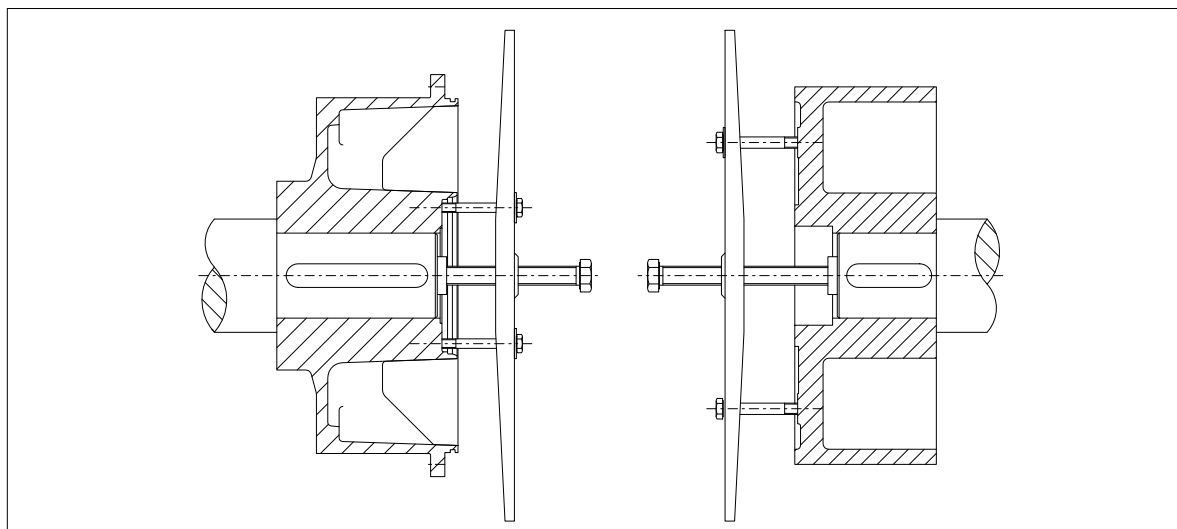

图 13: FLUDEX 联轴器的拆卸 -c
轴间空间现在足以，在需要时，在松开轴向紧固装置后用商业常见工具拔出套装的轮毂。在轮毂承载部件 (120) 中有在轮毂 2 中正面偏差 180° 的螺纹孔，能为了插入拉紧螺栓而使用该孔 (参见图 13)。